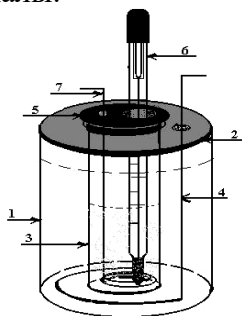

Рисунок 1 – Криоскоп
1. Собирают криоскоп (рисунок 1), состоящий из стеклянного сосуда (1), закрытого крышкой (2), в которую вставляется пробирка (3) и мешалка (4). Пробирку закрывают пробкой (5), сквозь которую пропущен термометр Бекмана (0,01 °/дел) (6) и мешалка (7) в форме кольца, охватывающего термометр.
2. Сосуд (1) примерно на 2/3 объема заполняют охлаждающей смесью из льда (или снега), воды и хлорида натрия.